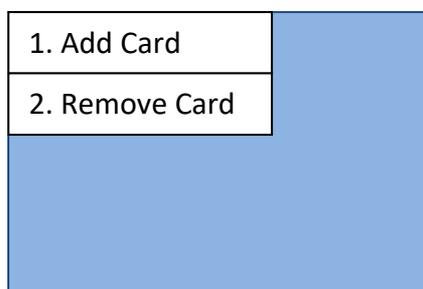

Figura 70 - Schermata di controllo RFID card
- 2) Nella schermata in Figura 68, selezionare la voce '3. Management' e premere su Conferma/Avvio. Attendere la comparsa della pagina in Figura 70.